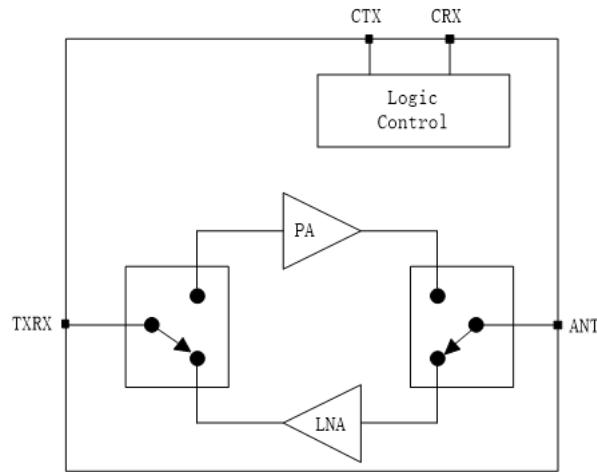

图 1-1
GC1101 是一款由杭州地芯科技有限公司开发的针对 2.4GHz ISM 频段的射频前端。芯片内部集成了功率放大器 (PA), 低噪声放大器 (LNA), 开关 (Switch) 以及控制模块。主要应用于蓝牙网关、Zigbee 网关以及 2.4GHz 频段的遥控器。芯片内部原理框图如图 1-1 所示：